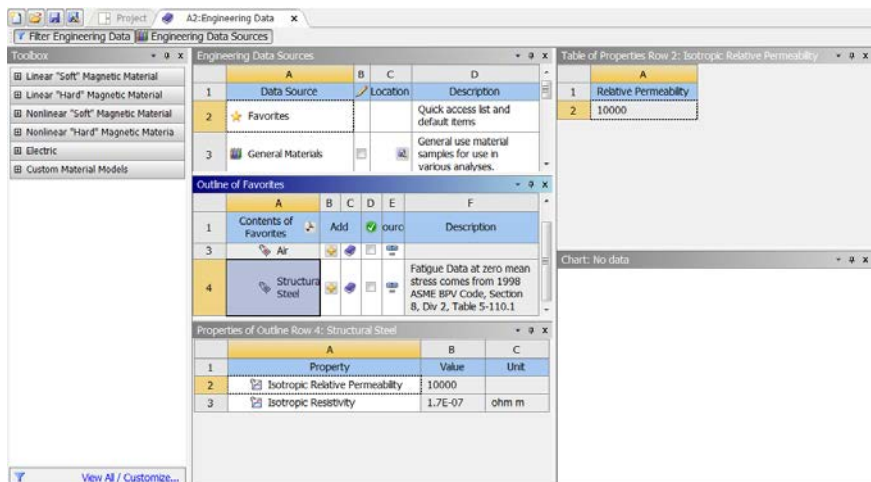

图 24-3 工程数据库界面
2) 在界面的空白处右击, 在弹出的快捷菜单中选择“Engineering Data Sources”, 此时原界面窗口中的 Outline of Schematic A2: Engineering Data 消失, Engineering Data Sources 及 Outline of Favorites 窗口将出现, 如图 24-3 所示。